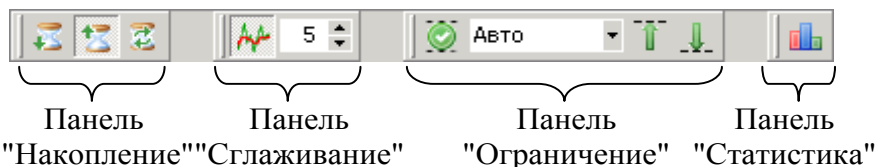
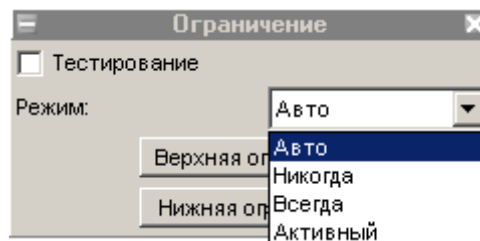

Рисунок 3.15 – Панели инструментов функций над трассами
Рисунок 3.18 – Панель управления "Ограничение"
**Функцией "Сглаживание"** трассы включается кнопкой на панели инструментов "Сглаживание" (рисунок 3.15). Поле ввода с регулировкой значения задаёт размер апертуры сглаживания в процентах от числа точек в трассе:
Ограничительные линии задаются отрезками в диалоговом окне (рисунок 3.17), появляющемся по нажатию кнопки "Верхняя огр. линия" или "Нижняя огр. линия" на панели управления "Ограничение" (рисунок 3.18) или соответствующими кнопками на панели инструментов "Ограничение" (рисунок 3.15).
Отображение статистических данных включается и выключается кнопкой в панели инструментов "Статистика" (рисунок 3.15). Текст со статистическими данными может быть перемещён манипулятором "мышь" в пределах области построения трасс в более удобное положение.